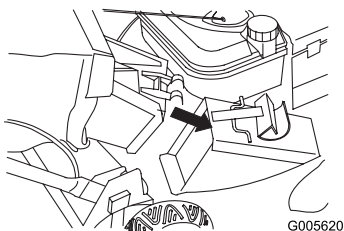

Figura 24
2. Haga coincidir la abertura de la puerta de la bolsa con la abertura del conducto de descarga (Figura 24).